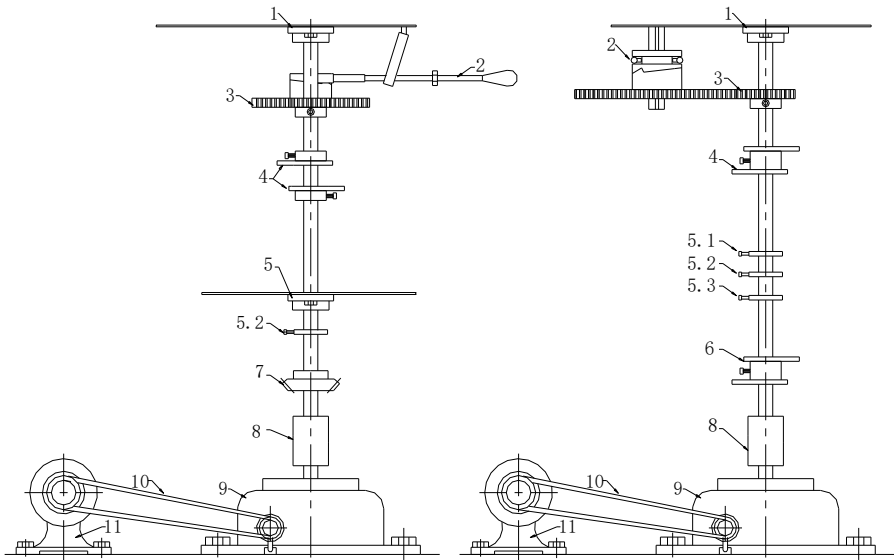

Рисунок 2 – Основной приводящий механизм
Отрегулируйте положение ремня (рис. 2 (11) (9), чтобы установить скорость упаковки)